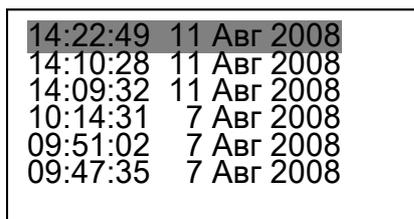

Рисунок 6
3.4.2 **"Архив"** (рис. 6) - просмотр результатов измерений.